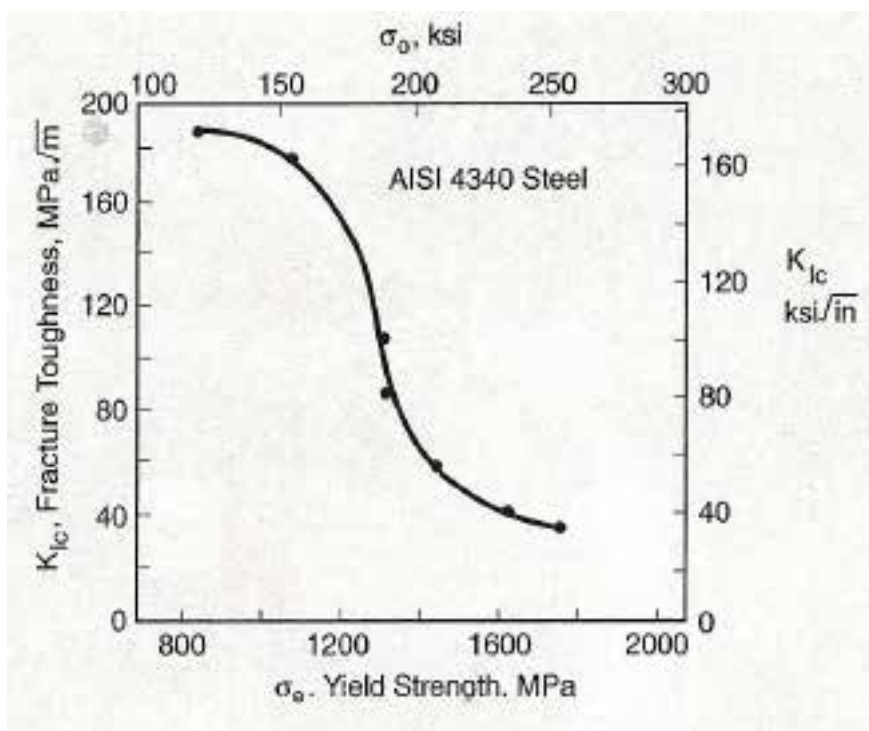

Figura 1 – Tenacidade a fratura versus tensão de escoamento.
1) Observe a figura 1 (considere  $F=1$ ):